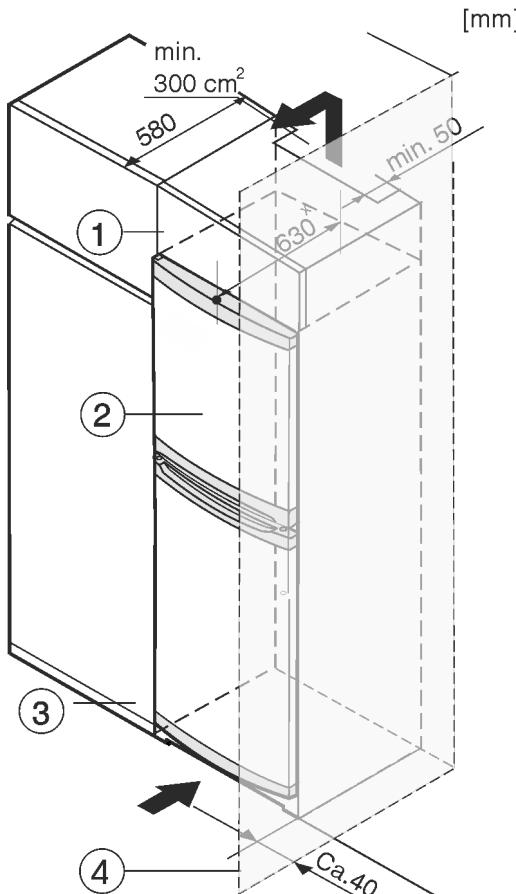

Fig. 8
Уредът може да е обграден с кухненски шкафове. За да изравнят височината на уреда Fig. 8 (2) с височината на вградената кухня, над уреда може да се постави шкаф-пристройка Fig. 8 (1).
При обграждане с кухненски шкафове (дълбочина макс. 580 mm) уредът може да се постави непосредствено до кухненския шкаф Fig. 8 (3). Отстрани уредът е издаден на 34 mm ×, а в средата на уреда – на 50 mm × спрямо челото на кухненския шкаф.
Когато уредът се поставя с пантите до стена Fig. 8 (4), разстоянието между уреда и стената трябва да е поне 40 mm. Това отговаря на разстоянието, с което дръжките стърчат при отворена врата.